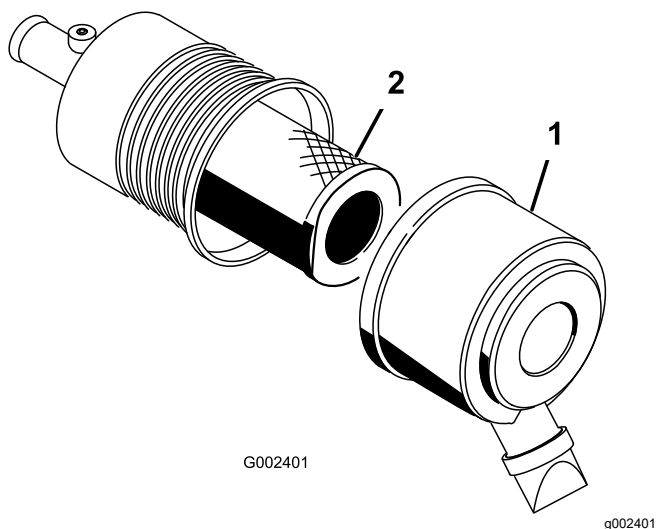

Figura 44
1. Rilasciate i dispositivi di fermo del filtro dell'aria e togliete il coperchio dal corpo del filtro (Figura 44).
3. Estraete con cautela il filtro dal corpo del filtro dell'aria (Figura 44).
5. Montate con cautela il filtro sul tubo del corpo (Figura 44).
6. Montate il coperchio del filtro dell'aria con il lato rivolto in alto, quindi fissate i dispositivi di fermo (Figura 44).